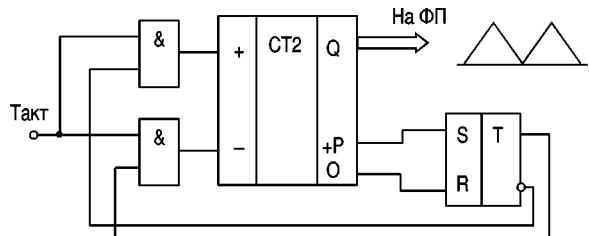

рис. 84
(например, синусоидального) требуется, чтобы выходной код счетчика СЧ нарастал до максимального значения, а затем уменьшался до нуля, снова нарастал и т.д. Для этого можно использовать схему, приведенную на **рис.84**. Предположим, что открыт верхний по схеме элемент И, тактовые импульсы поступают на суммирующий (+) вход счетчика. Выходной код счетчика нарастает до максимального значения. В этот момент на выходе переполнения ($+P$) появляется импульс, который по входу S запускает триггер. На прямом выходе триггера появляется потенциал лог. "1", которым открывается нижний по схеме элемент И. Теперь тактовые импульсы поступают на вычитающий (-) вход счетчика, и выходной код счетчика уменьшается. Когда он становится равным нулю, на нулевом выходе счетчика (0) появляется импульс, который по входу R сбрасывает триггер. На инверсном выходе